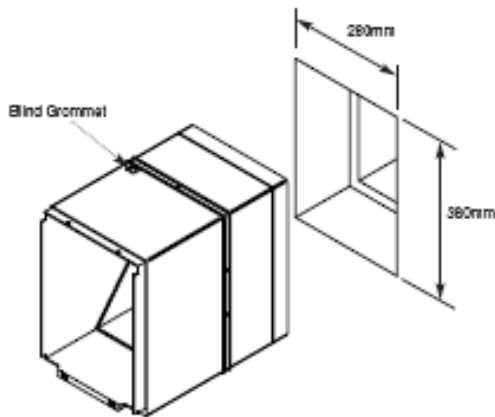

Fig. 5
1. Csúszassuk be a készüléket az elkészített nyílásba és győződjünk meg róla, hogy a minimális túlnyúlást elértük és a minimum 3 fokos dőlésszöget is megadhatjuk a készüléknek (kondenzelvezetés miatt). (fig.5)
3. Szűrja át a készülék tetején, bal oldalon található tömszelencét és vezesse bele az elektromos kábelt (fig.5)